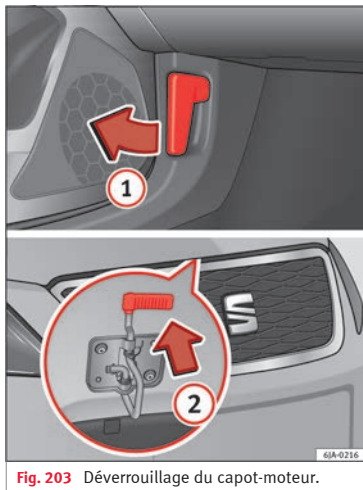

Fig. 203 Déverrouillage du capot-moteur.
- Tirez sur le levier **1** » fig. 203 qui se trouve sous le tableau de bord dans le sens indiqué par la flèche.
- Tirez sur le levier de sécurité dans le sens de la flèche **2** » fig. 203 pour déverrouiller le capot.